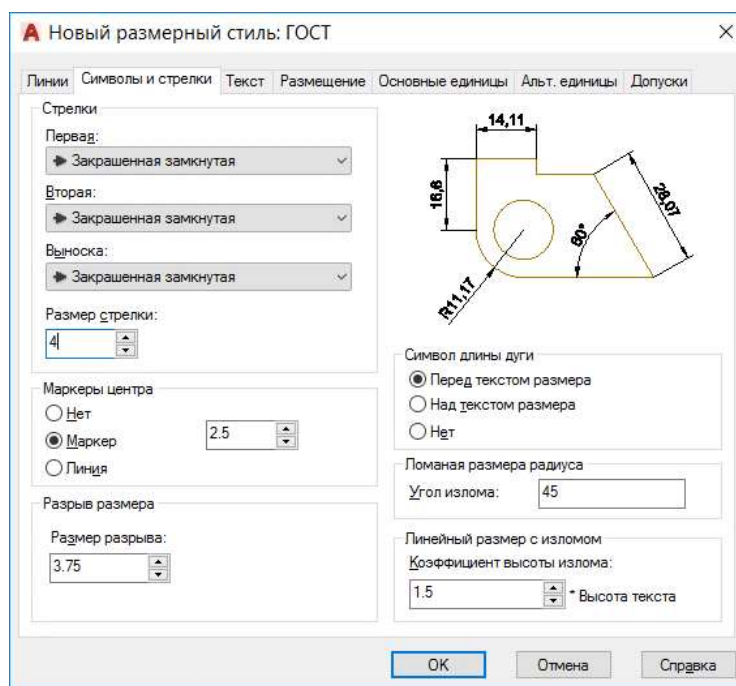

Рис. 1.10
3. В диалоговом окне «Новый размерный стиль: ГОСТ» выполните следующие изменения (рис.1.10):